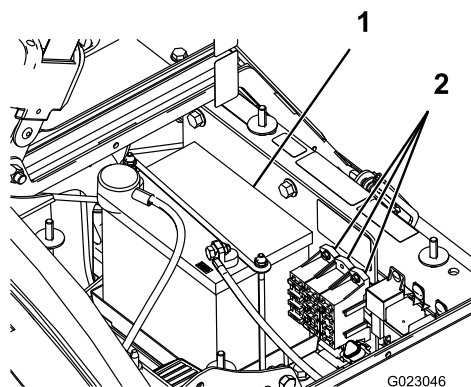

Figure 45
Le système électrique comprend 2 porte-fusibles et 1 emplacement libre. Ils sont situés sous le siège (Figure 45).
2. La batterie est située sur le côté droit de la machine, derrière la pompe (Figure 45).
5. Retirez le dispositif de retenue et les fixations de la batterie (Figure 45).
2. Posez le dispositif de retenue de la batterie et serrez-le avec les fixations retirées précédemment (Figure 45).
4. Posez le couvercle de la batterie et fixez-le à l'aide des 2 boutons (Figure 45).
1. Desserrez les boutons sur les côtés du bac de la batterie et enlevez le couvercle de la batterie (Figure 45).